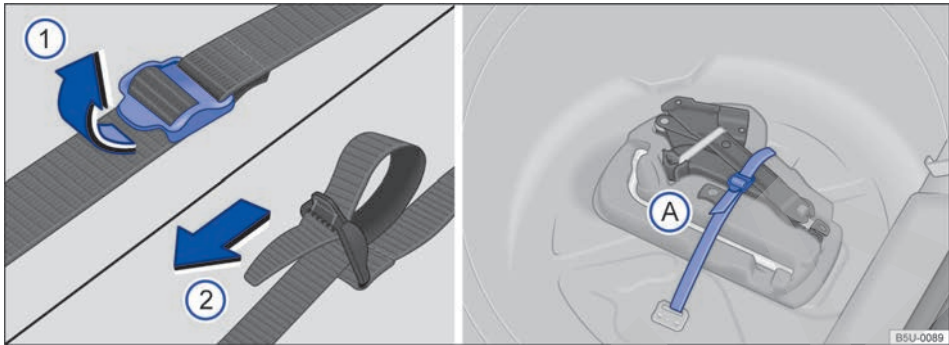

Fig. 154 En el maletero: cinta de fijación de la caja de herramientas y caja de herramientas de a bordo.
- Para soltar la cinta de fijación ⇒ fig. 154 (A), tirar de la hebilla en el sentido de la flecha ①.